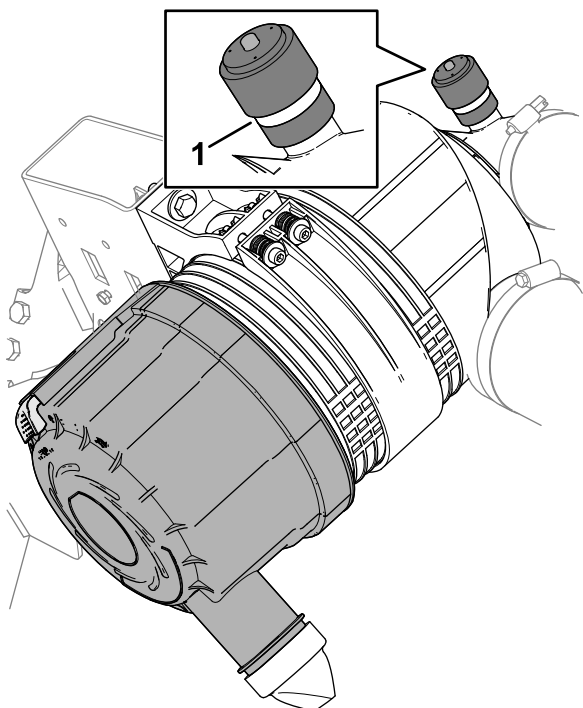

Figura 117
3. Compruebe el indicador de mantenimiento en el extremo de la carcasa del filtro de aire (Figura 117).